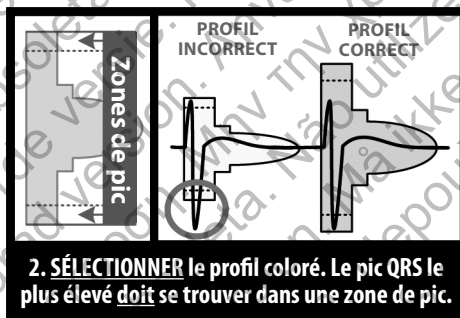

Figure 3 : Sélection du profil coloré
1. **Sélectionner** le profil coloré de l'outil de screening patient qui correspond le mieux à l'amplitude des QRS (*figure 3*). Pour les signaux biphasiques, le pic le plus élevé doit être utilisé pour déterminer le profil coloré approprié. Le pic QRS doit s'inscrire dans la fenêtre délimitée par la ligne pointillée et le pic du profil coloré.